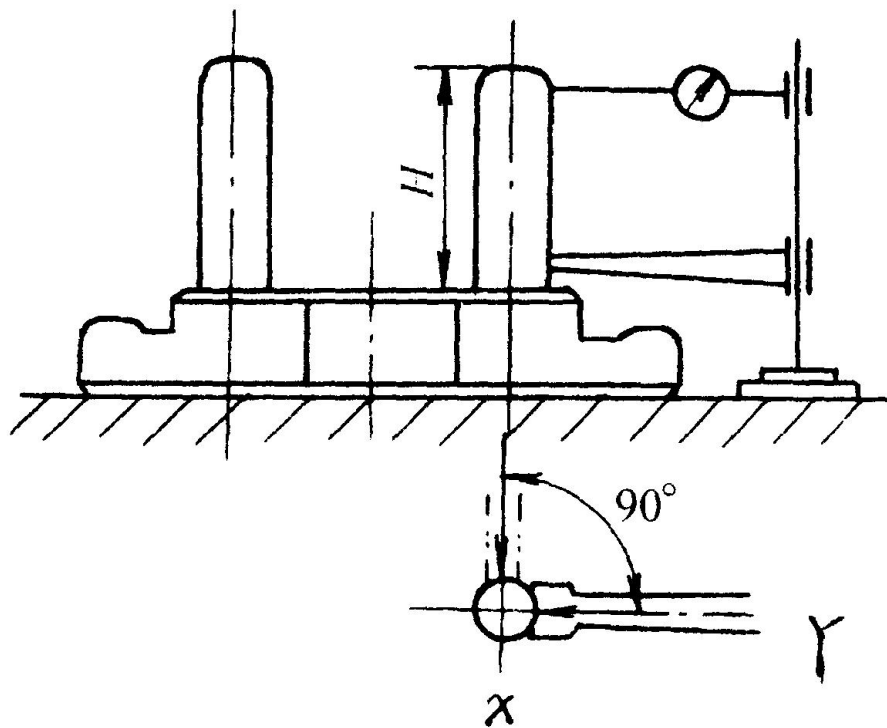

图2-44
- 3) 读百分表的最大、最小读数差即为导柱的在图2-44示两个方向的垂直度误差 Δx 、 Δy